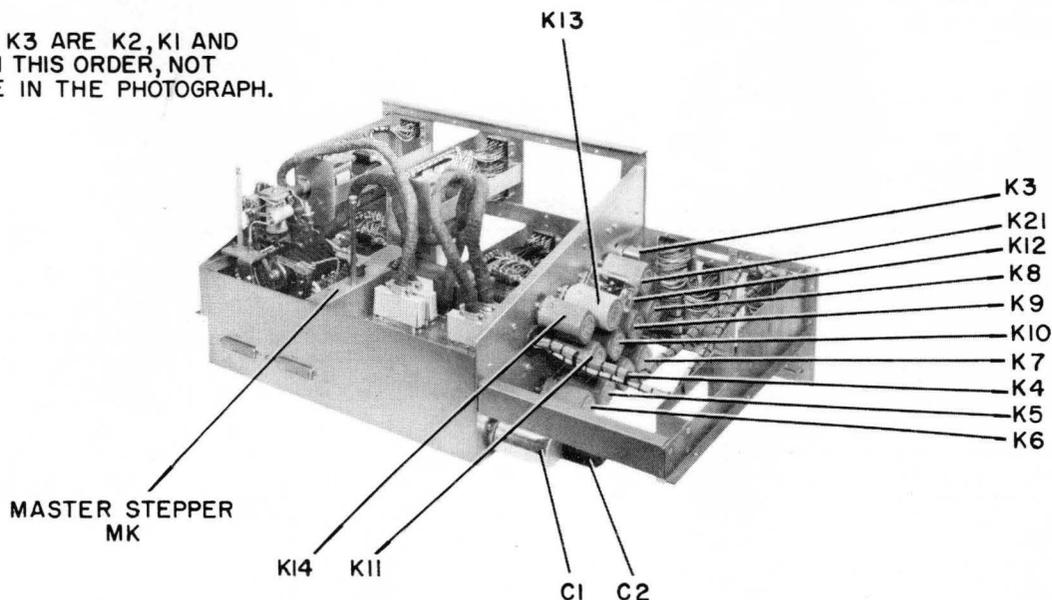

Figure 21. ERO Control Unit.
**b. ERO Control Unit 14.001 (fig. 21).**